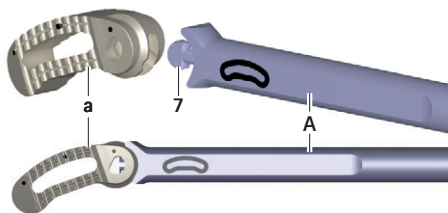

Fig. 7 Collegamento dell'impianto allo strumento inseritore
- Inserire l'impianto **a** nell'imballo protettivo sul diedro **7** dello strumento inseritore **A**, vedere Fig. 7. Fare attenzione all'orientamento dell'impianto (Orientamento sulla base della scritta presente sullo strumento inseritore).
- ▶ Collegare lo strumento inseritore **A** in situ in situ all'impianto **a**, vedere Fig. 7.